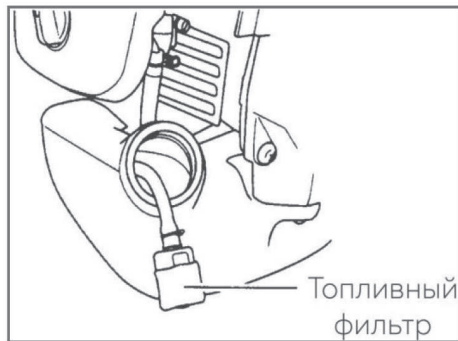

Рис. 22
- Зацепите крючком топливный шланг с фильтром и вытяните через заливную горловину (рис. 22).